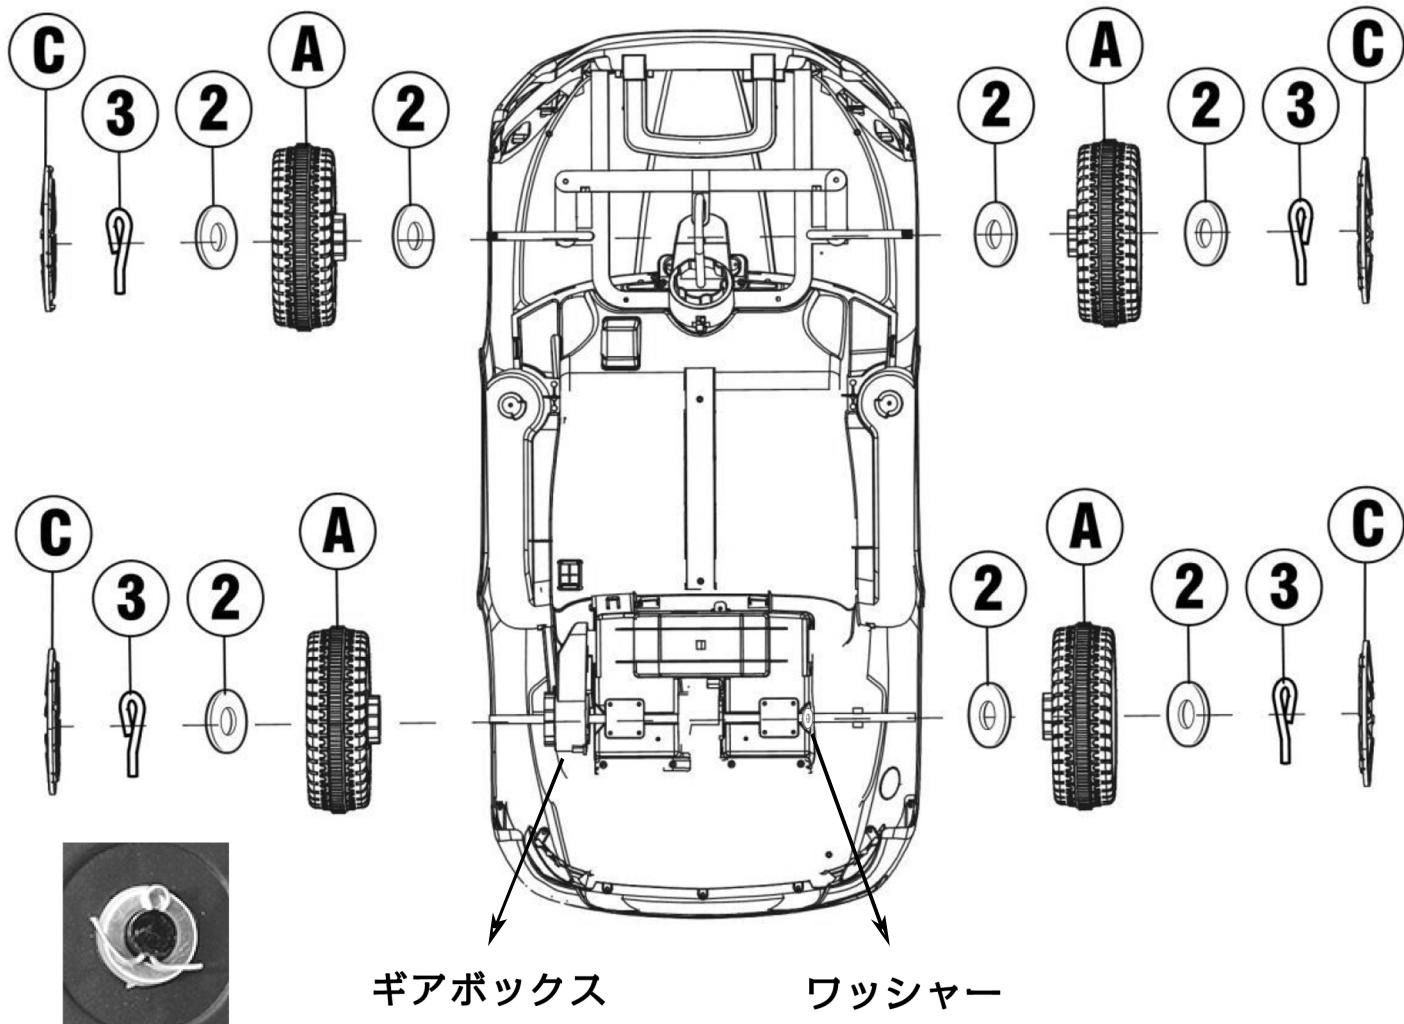

図2
- 4.コッターピンを車軸先端に空いている穴に通し、ペンチで図2のようにしっかりと曲げて固定します。